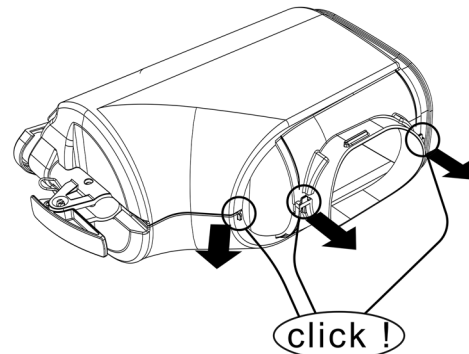

figure 3
**1** Ouvrir les deux parties en les faisant cliquer. (voir figure 3).